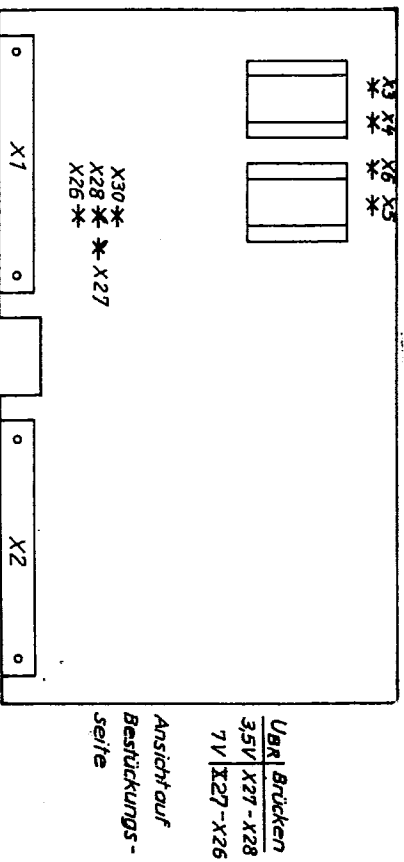

Bild 9 Anordnung der Brückenspeisespannung
6.2.2. Wahl der Brückenspeisespannung für die Aufnehmer (Bild 9)